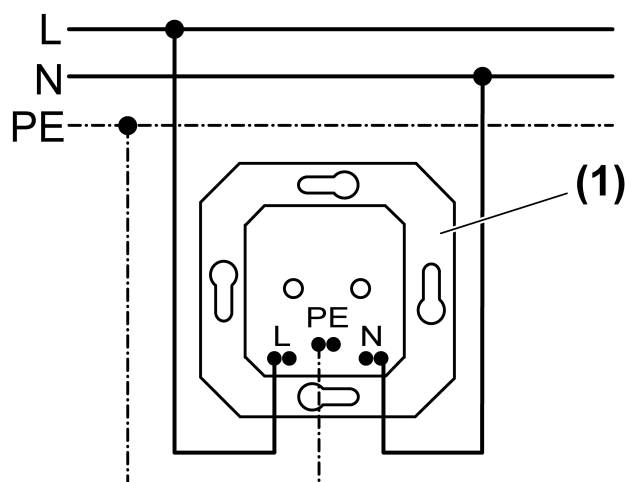
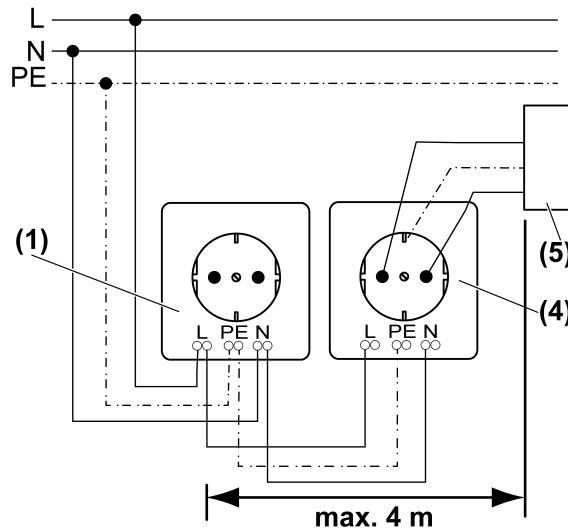

Bild 2: Anschlussplan Einzelsteckdose
Bild 3: Anschlussplan Steckdosenkombination
- (1) Überspannungsschutzsteckdose
- (4) Steckdose in Normalausführung
- (5) Verbraucher
- Überspannungsschutzsteckdose gemäß Anschlussplan Einzelsteckdose (Bild 2) oder Anschlussplan Steckdosenkombination (Bild 3) anschließen.